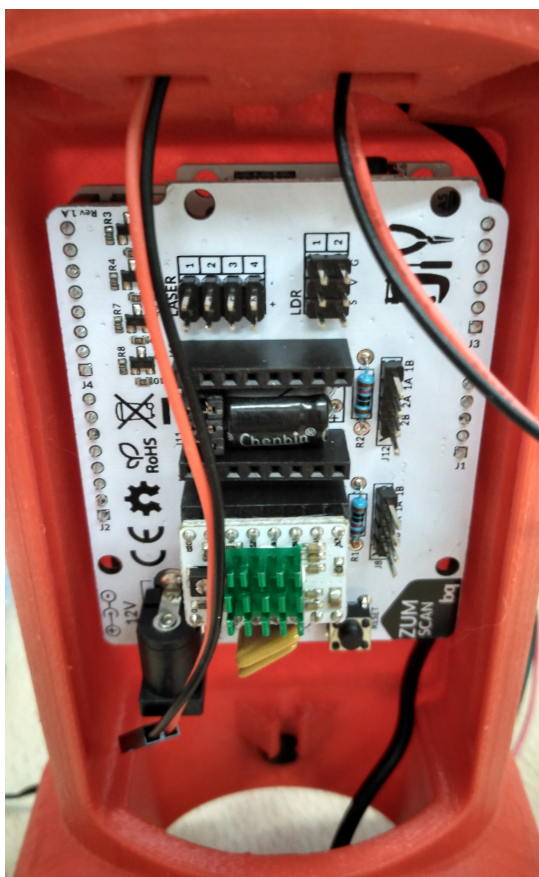

Рис. 19
8. Электронная плата сканера поставляется уже собранной, а не состоящей из трех частей, как показано в инструкции. Ее нужно установить во внутренней полости «башенки», как показано в инструкции. При этом кабель веб-камеры будет проходить в своем канале сзади, за платой, а провода лазеров окажутся перед платой – рис. 19. (Плата садится на предназначенные для нее выступы неплотно и удерживается там не очень хорошо. Но когда мы подключим к ней все разъемы и закроем крышку, это нам уже не мешает.)